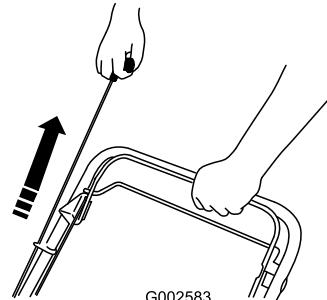

Figure 15
3. Mettez le moteur en marche à l'aide du lanceur (Figure 15).